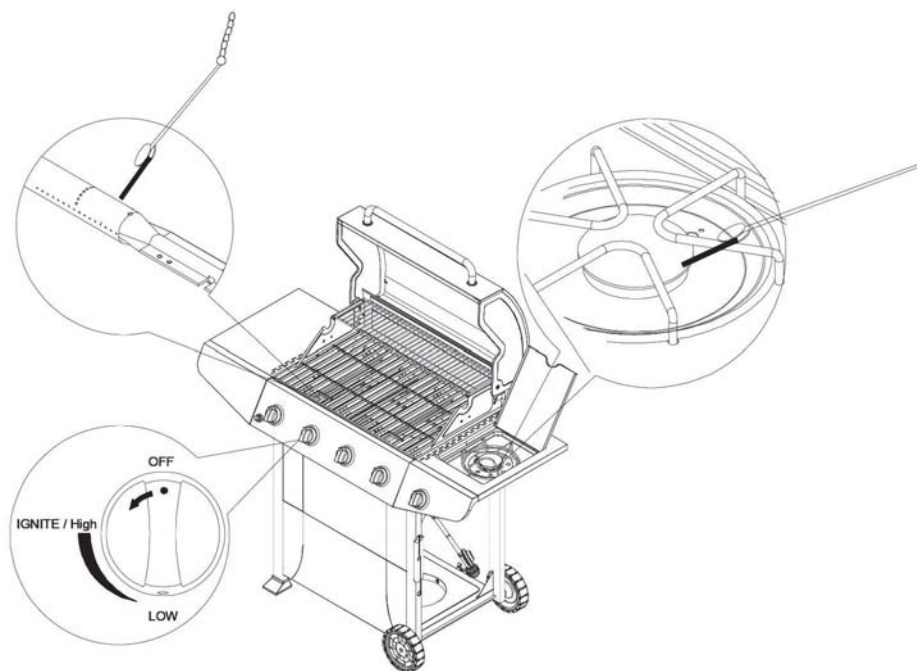

Fig. 26. Ilustración de encendido con fósforos/cerillas/papel
4. Fije la cerilla o papel con la presilla (Fig. 26), encienda la cerilla y colóquela cerca de los puertos del quemador; empuje y gire la perilla hacia a la izquierda a la posición "HIGH" (alto).